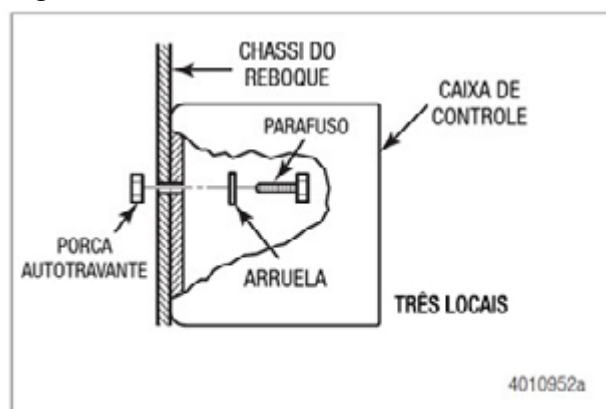

Figura 2.56
2. Descarte o suporte de montagem fornecido. Use os fixadores, arruelas e porcas de 6,36 mm (1/4 de polegada) fornecidos para instalar a caixa de controle diretamente no chassi. Figura 2.56, Figura 2.57 e Figura 2.58.